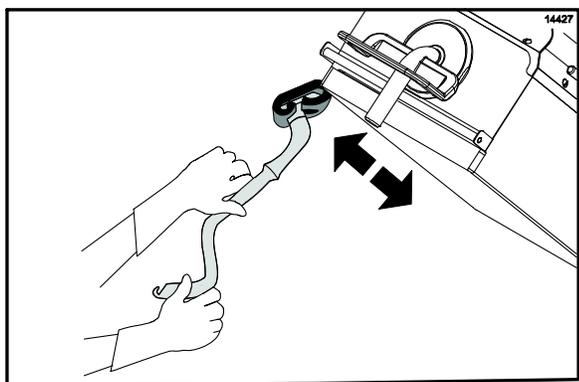

Figura 52
19. Aplique el limpiador de parrillas a los bordes exteriores de las placas derecha e izquierda. (Vea la figura 52.)